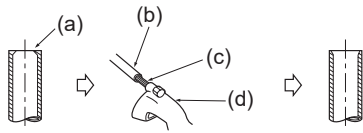

Abb. 5-4
5.2.2. Schnittgrate entfernen (Abb. 5-4)